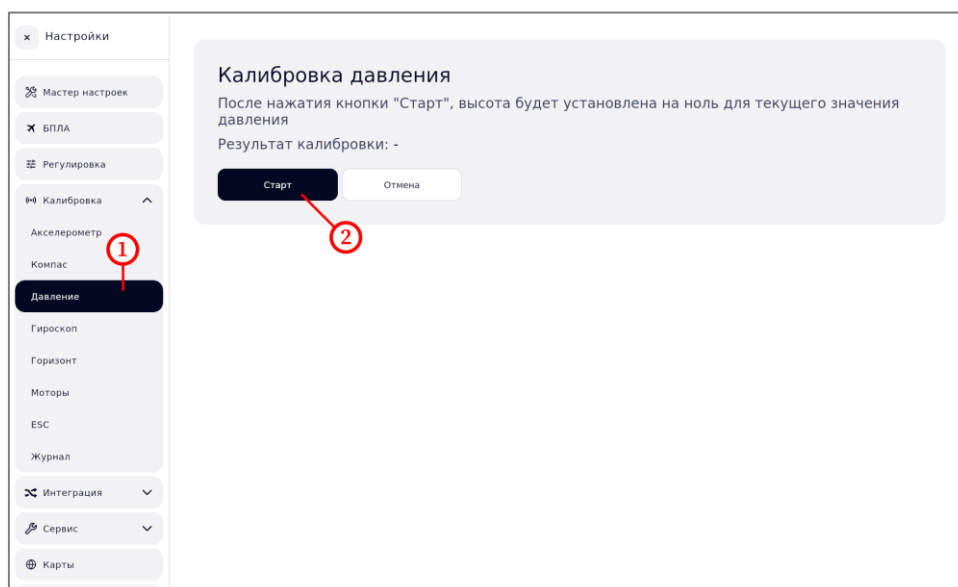

Рисунок 47 – Калибровка давления
Необходимо перейти во вкладку «Давление» (рисунок 47, шаг 1).
2. Нажать на кнопку «Старт» (рисунок 47, шаг 2).